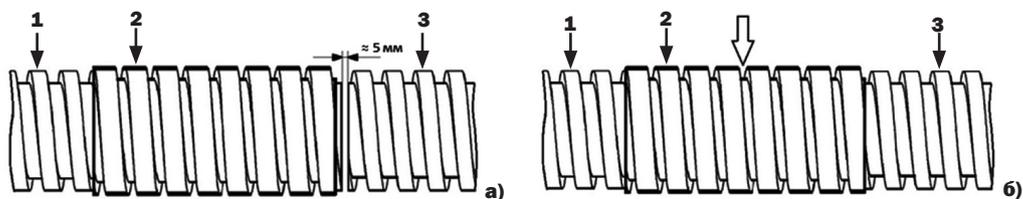

Рисунок 9.1 – Соединение труб «ССД-Пайп» с помощью резьбовой муфты
9.4.4 Соединение труб типа «ССД-Пайп» осуществляется с помощью муфт (рисунок 9.1), соответствующих по размерам типоразмерам труб.